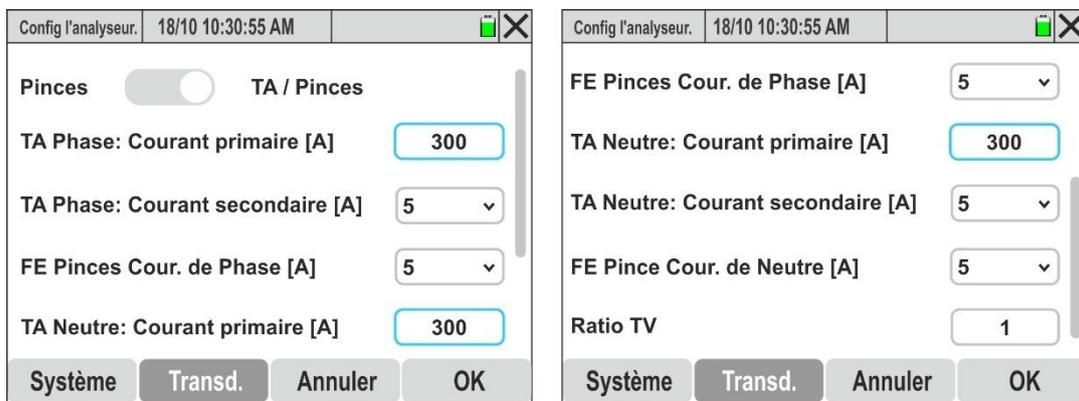

Fig. 23: Réglages des paramètres courant TI externes (système triphasé, 4 fils)
1. Sélectionner l'élément «**Transd.**». L'instrument affiche la page suivante dont les éléments **peuvent différer** en fonction du type de système sélectionné. La Fig. 23 illustre un système triphasé, 4 fils
5. Ouvrir le menu déroulant « **✓** » correspondant au champ « **TA Phase : Courant secondaire [A]** » et sélectionner parmi les options : **1A** ou **5A** (dans le cas illustré à la Fig. 23 un TI avec rapport 300A/5A a été défini)
9. Ouvrir le menu déroulant « **✓** » correspondant au champ « **TA Neutre : Courant secondaire [A]** » en sélectionnant parmi les options : **1A** ou **5A** (dans le cas illustré à la Fig. 23 un TI avec rapport 300 A/5 A a été défini)
11. Toucher le champ « **Ratio TV** » pour définir le rapport de transformation d'éventuels transformateurs de tension (TV) présents dans l'installation examinée afin d'obtenir des lectures correctes associées au primaire des transformateurs eux-mêmes. La page-écran suivante s'affiche à l'écran :